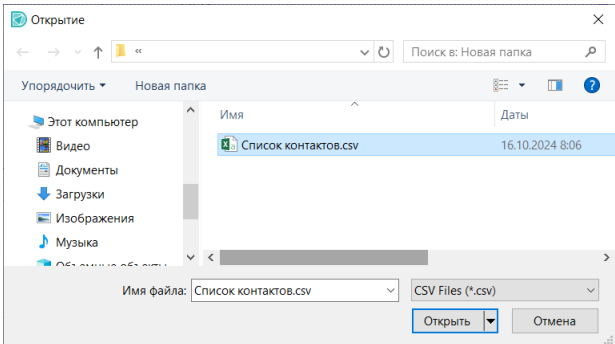

Рис. 274 Выбор файла для импорта контактов
2. Выберите в окне проводника нужный файл с описанием контактов и нажмите «Открыть», см. Рис. 274.